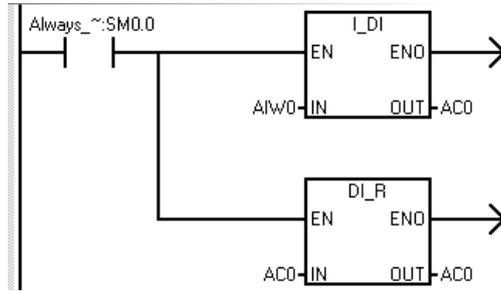

图 3-50-1 16 位整数值转换成 32 位实数
①将输入量从 16 位整数值转换成 32 位实数（浮点数）。该转换程序如图 3-50-1 所示。